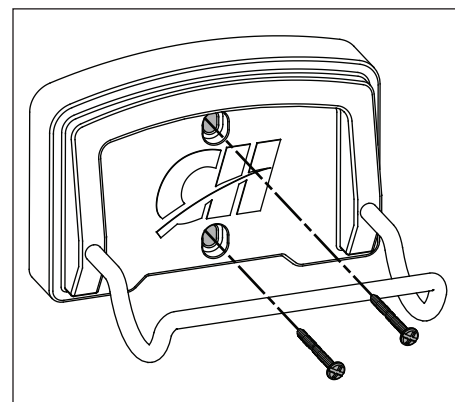

Figure 3 - Montage à parois
2. Lorsque l'adaptateur universel est bien fermement en place, enfoncer le levier de verrouillage. (Voir les figures 3 et 4).